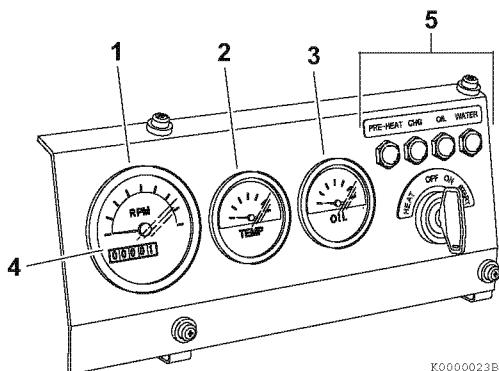
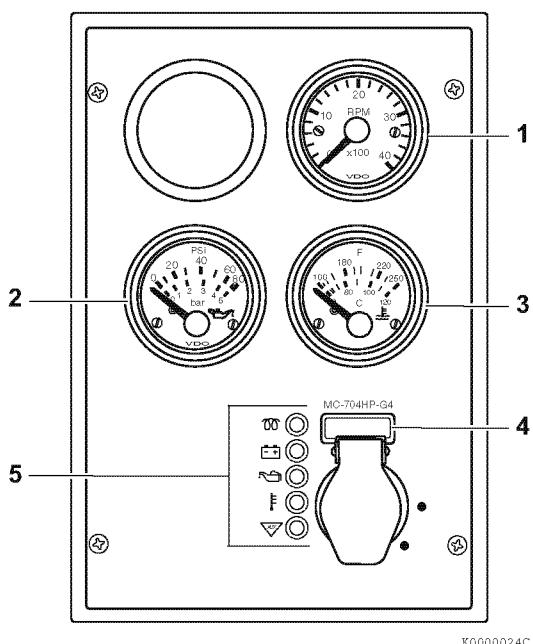

Рисунок 4
Рисунок 5
1. Пока работает двигатель, проверяйте, нормальны ли показания указателей. Указатели на Рисунок 4 и Рисунок 5 изображены только в пояснительных целях.
- **Тахометр (1, Рисунок 4) или (1, Рисунок 5)** — Проверяйте, находятся ли в пределах нормы частота вращения двигателя. См. «Спецификации частоты вращения двигателя» на стр. 62.
- **Давление моторного масла (2, Рисунок 4) или (3, Рисунок 5)** — Проверяйте, находится ли в пределах нормы давление моторного масла. См. «ОСНОВНЫЕ ХАРАКТЕРИСТИКИ ДВИГАТЕЛЯ» на стр. 63.
- **Температура охлаждающей жидкости (3, Рисунок 4) или (2, Рисунок 5)** — Проверяйте, находится ли в пределах нормы температура охлаждающей жидкости.
- **Счетчик моточасов** — Счетчик моточасов (4, Рисунок 4) или (4, Рисунок 5) показывает общее количество часов работы двигателя. Это полезно, когда планируется выполнение регламентных работ. См. «ГРАФИК РЕГЛАМЕНТНЫХ РАБОТ» на стр. 40.
2. Когда двигатель достигнет рабочей температуры, должны погаснуть все индикаторы (5, Рисунок 4) или (5, Рисунок 5). Если какой-либо из индикаторов включен, остановите двигатель и выполните необходимый ремонт.